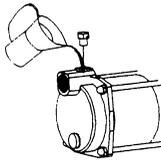

Bild 2
- In diese Öffnungen Wasser bis zum Überlaufen einfüllen, siehe Bild 2.